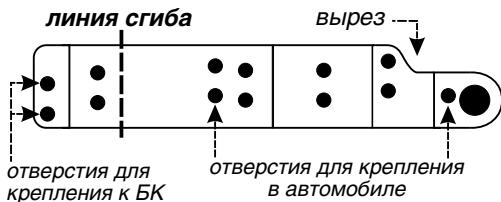
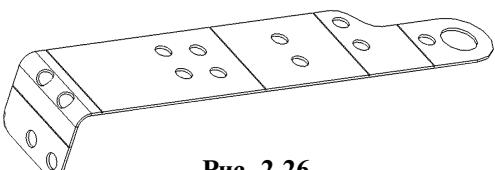

Рис. 2.25
Рис. 2.26
8. Бортовой компьютер устанавливается на двух кронштейнах. Кронштейн, внешний вид которого приведен на рис.2.25, представляет собой металлическую пластину.
9. Согните пластины по линии сгиба, рис. 2.25, под прямым углом, как показано на рис. 2.26, сгибайте кронштейны в противоположные стороны (зеркально), учитывайте, что кронштейны будут устанавливаться один с правой, другой с левой стороны.